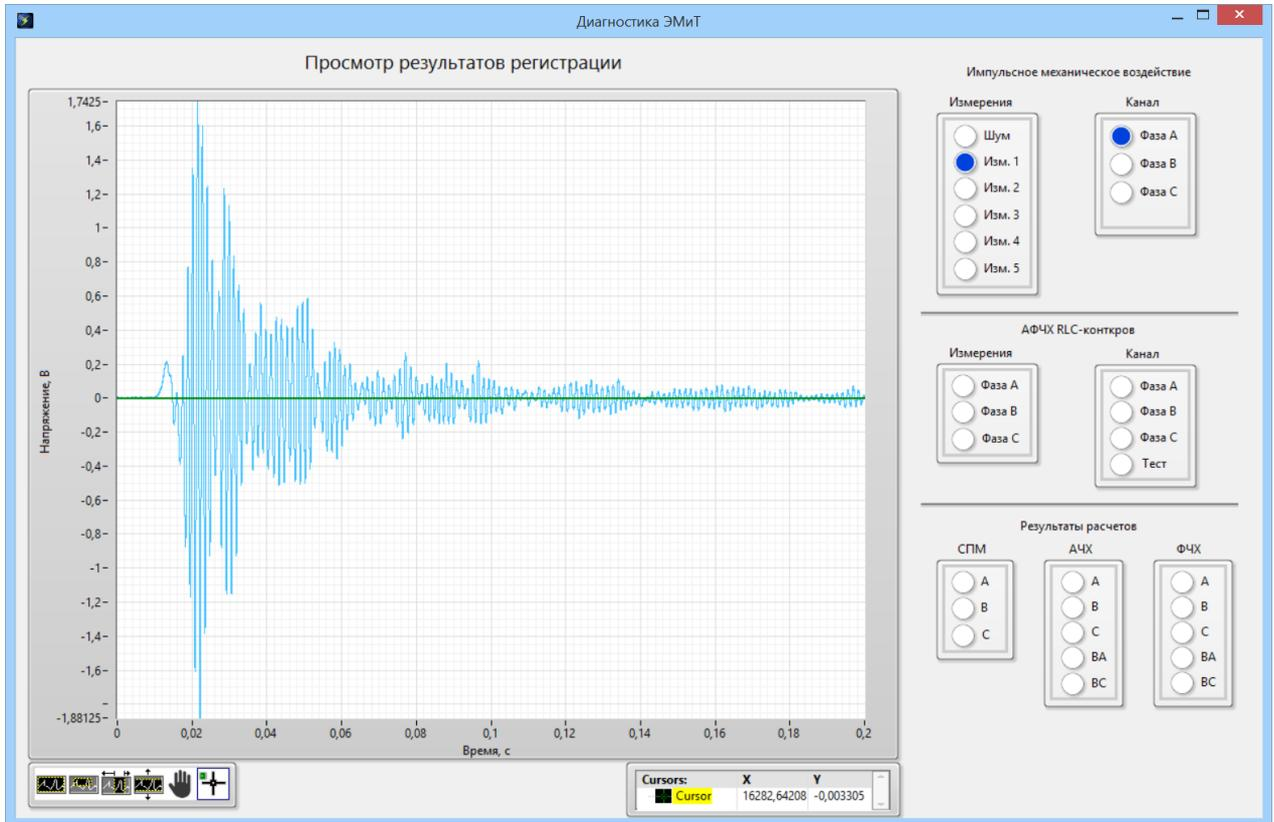

Рис. 20
3.5.11. Выбрав комбинацию из переключателей «Измерения» и «Канал» группы «Импульсное механическое воздействие» на графике можно отобразить результат любого воздействия или нескольких воздействий одновременно (рис. 20).